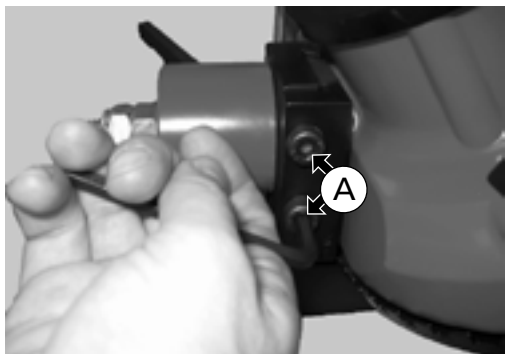
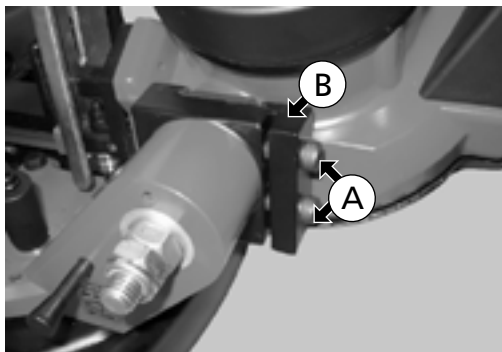

Fig. 33
Fig. 34
Afloje los dos tornillos (A) hasta tres o cuatro vueltas completas (Fig. 33) para liberar el tope de la sierra de cinta (Fig. 34).
Elementos de Fig. 33 - 34